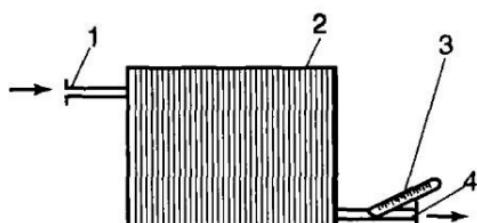

Рис. 115. Проверка зарядки системы по температуре переохлаждения хладагента:
9.4.2. Закрепляют термометр на жидкостном трубопроводе на выходе из конденсатора (рис. 115).